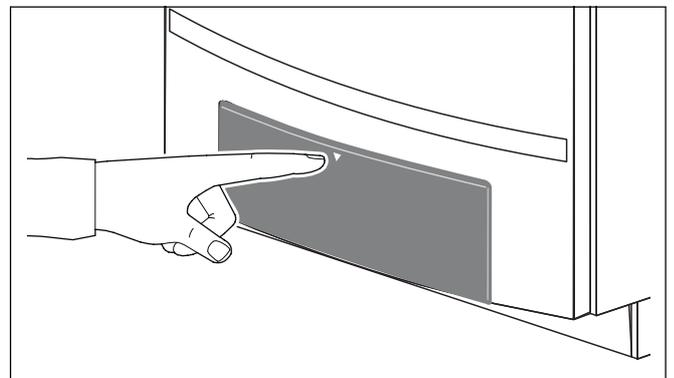

Fig. 43 Aprire il pannello di comando
- Aprire il pannello di comando premendolo (fig. 43).